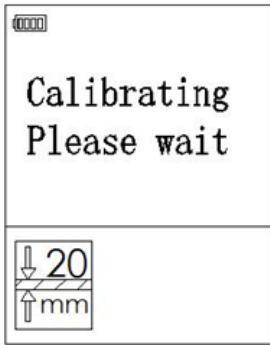
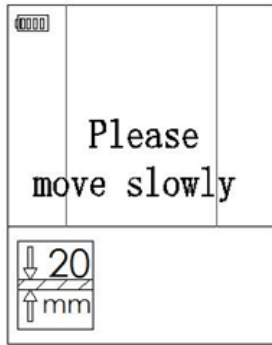

рис. 8
рис. 9
Держите прибор на месте в течение 1-3 секунд и дождитесь завершения калибровки перед началом операций по обнаружению (как показано на рис. 8 и рис. 9)
- Иногда из-за различных факторов окружающей среды калибровка прибора может не выполняться автоматически, а сигнал тревоги может быть неверным и должен калиброваться вручную. Метод калибровки - короткое нажатие кнопки режима обнаружения деревянного профиля, и на экране дисплея отображается интерфейс, как показано на рис. 9.